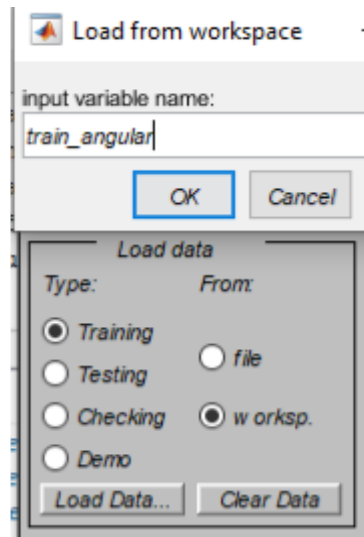
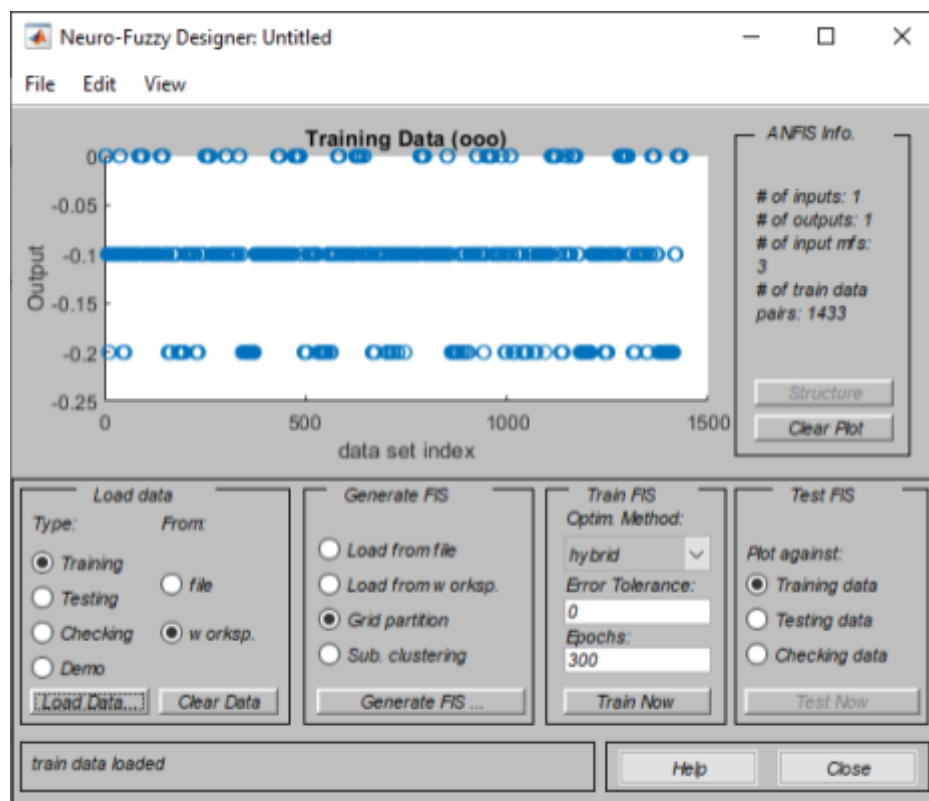
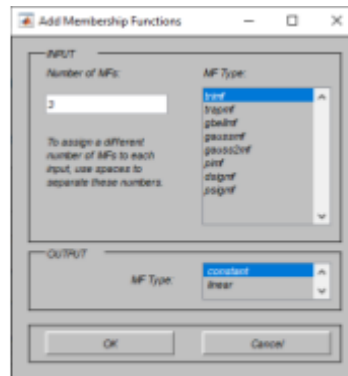

Figura 28. Cargar datos desde una variable del workspace
Figura 29. Datos ya cargados de la variable *train_angular*.
Figura 30. Configuración para generar el FIS.
2. Cargar los datos de entrenamiento/training. En el apartado *Load data* de la interfaz se selecciona la opción *Training* de *Type* y la opción *worksp.* de *From* para cargar los datos desde el workspace. Se pulsa *Load Data...* y se escribe el nombre de la variable con la información, en este caso, *train_angular* (Figura 28). El resultado es la Figura 29.
3. Generar el FIS. En el apartado *Generate FIS* se pulsa en el botón *Genarate FIS...*, seleccionando el método *Grid partition* (Figura 29). Al presionar este botón, aparece una ventana que permite configurar el número y tipo de funciones miembro de entrada y tipo de funciones miembro de salida, tal y como se muestra en la Figura 30. Nosotros hemos elegido en la entrada (*INPUT*) un número de funciones (*Number of MFs*) de 3 y el tipo de función (*MF Type*) *trimf*. En la salida (*OUTPUT*) el tipo de función (*MF Type*) será constante (*constant*).